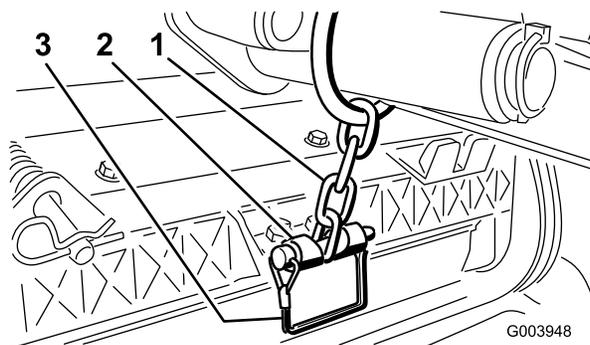

Figura 12
12. Fissate la catena del braccio di sollevamento alla staffa della catena, usando il perno di ritenuta (Figura 12). Utilizzate il numero di anelli della catena indicato nel *Manuale dell'operatore* dell'apparato di taglio.